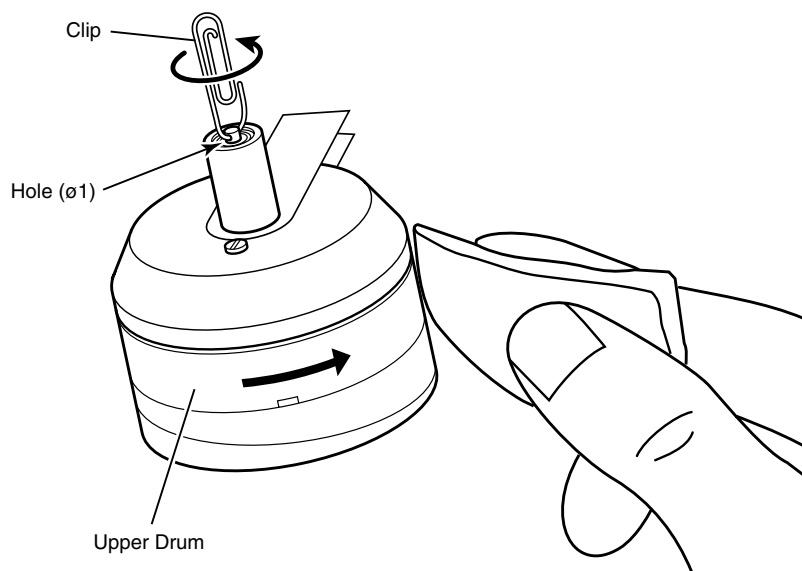

Fig. 4-2
1. Cleaning the head drum (See Fig. 4-2)
1. ヘッドドラムのクリーニング (図4-2参照)